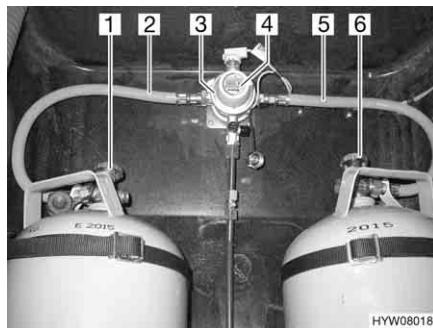
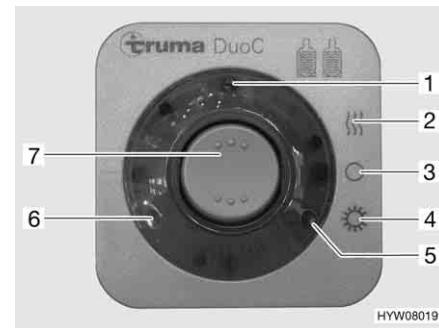

Fig. 56 Impianto di commutazione DuoControl
Fig. 57 Centralina di controllo
L'impianto di commutazione DuoControl è costituito da una valvola di commutazione (Fig. 56,3) e da una centralina di controllo (Fig. 57). La valvola di commutazione è installata tra i tubi del gas (Fig. 56,2 e 5). Con la manopola (Fig. 56,4) sulla valvola di commutazione è possibile stabilire, quale delle bombole del gas viene utilizzata come bombola in uso e quale bombola del gas viene utilizzata come bombola di riserva.
Sulla centralina di controllo (Fig. 57) possono venire azionate solo le funzioni elettriche. Le valvole principali di arresto delle bombole del gas (Fig. 56,1 e 6) devono essere aperti manualmente.
La valvola di commutazione garantisce una pressione del gas costante, indipendentemente da quale bombola provenga l'alimentazione del gas. Le due spie di controllo sulla centralina di controllo indicano il livello di riempimento della bombola in uso. Se è accesa la spia di controllo verde (Fig. 57,6), la bombola in uso è piena. Se è accesa la spia di controllo rossa (Fig. 57,5), la bombola in uso è vuota. Il rifornimento di gas avviene poi tramite la bombola di riserva.
- Aprire le valvole principali di arresto delle bombole del gas (Fig. 56,1 e 6).
- Con la manopola (Fig. 56,4) sulla valvola di commutazione (Fig. 56,3) selezionare la bombola del gas, da cui proviene la principale alimentazione del gas (bombola in uso). Girare la manopola fino all'arresto.
- Sulla centralina di controllo (Fig. 57) attivare l'impianto di commutazione DuoControl. Posizionare l'interruttore a bilico (Fig. 57,7) su funzionamento invernale "On e riscaldamento" (Fig. 57,2) oppure su funzionamento estivo "On" (Fig. 57,4). La valvola di commutazione è ora disareata. La spia di controllo gialla (Fig. 57,1) è accesa, se si seleziona la modalità di funzionamento invernale e l'impianto antighiaccio con regolatore è attivato.
- Portare l'interruttore a bilico (Fig. 57,7) in posizione "O" (Fig. 57,3). La spia gialla di controllo (Fig. 57,1) si spegne.
- Chiudere le valvole principali di arresto delle bombole del gas (Fig. 56,1 e 6).
Le spie di controllo sulla centralina di controllo (Fig. 57,5 e 6) segnalano all'interno del veicolo, se la bombola in uso è pronta al funzionamento.
Se la spia di controllo verde (Fig. 57,6) si spegne durante il funzionamento e la spia di controllo rossa (Fig. 57,5) si accende, significa che la bombola del gas selezionata come bombola in uso è vuota e deve essere sostituita. La bombola di riserva continua ad alimentare le utenze a gas.